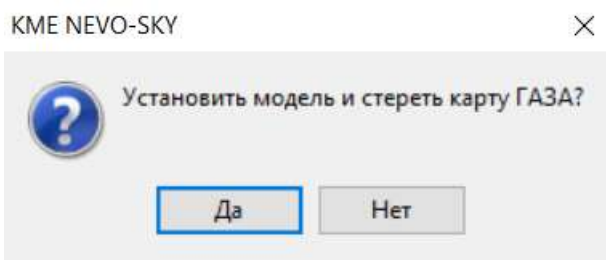

Рис. 2.98 Окно подтверждения настройки модели и удаления газовой карты
- После сбора карт (на бензине и газе) нажмите кнопку «Установить модель». Программа спросит, нужно ли установить модель и удалить газовую карту (Рис. 2.98).